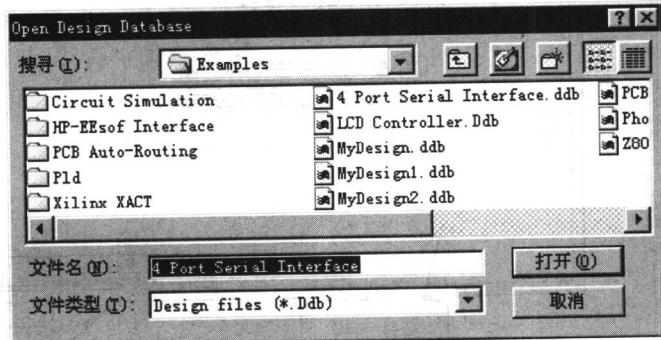

图 1-3 Open Design Database (打开设计数据库) 对话框
- (1) 执行 File|Open 命令，或单击主工具栏中的 Open Document (打开文档) 按钮 .
- (2) 执行命令后，出现如图 1-3 所示的 Open Design Database (打开设计数据库) 对话框。可以使用此对话框查找或输入所要打开的设计数据库名。